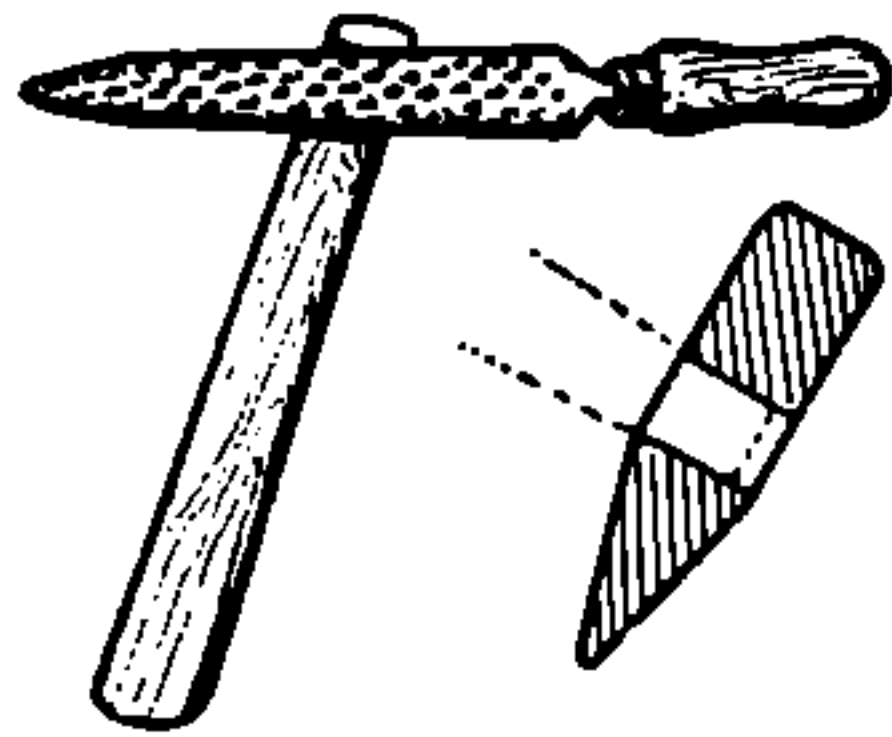

Bild 10
1. Hammerstiel mit der Raspel passend bearbeiten, bis er sich halb in das Auge des Hammers stecken läßt (Bild 10)!